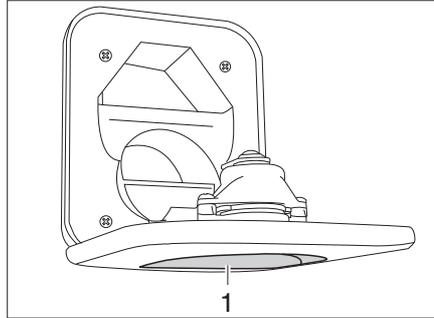

Bild 153 Frischwasser-Einfüllstutzen für Toilette
- Frischwasser-Einfüllstutzen für Toilette (Bild 153,1) oberhalb der Klappe für die Thetford-Kassette öffnen und nach unten schwenken.